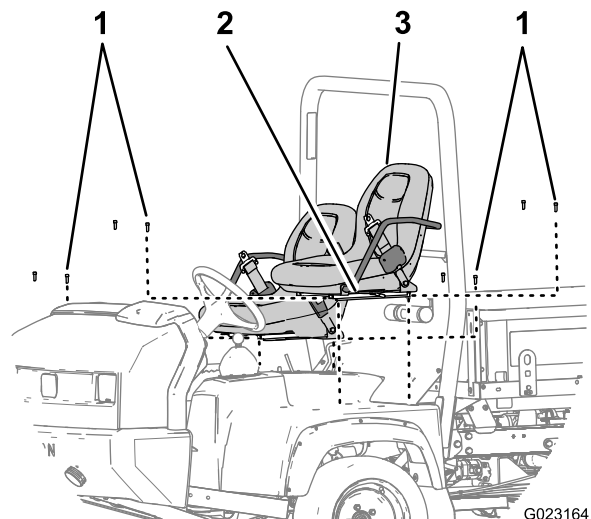

Bild 8
5. Nehmen Sie die acht Sechskantschrauben ab, mit denen die Sitzschienen des Sitzes am Chassis befestigt sind, und nehmen Sie die Sitze ab (**Bild 8**).